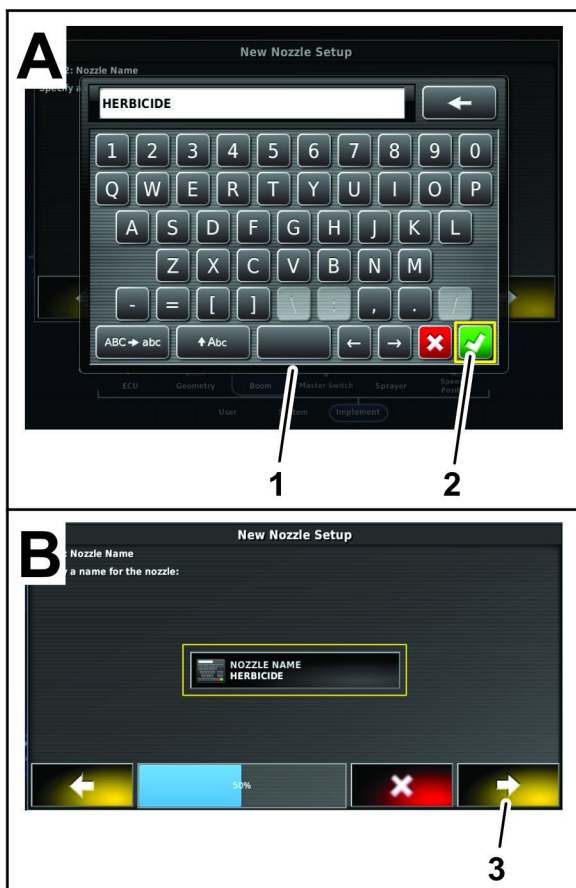

図 79
7. キーボードからノズルの名称を入力し、承認アイコンを押す **図 79**。
8. 新ノズル設定ダイアログボックスのステップ 2 で、承認アイコンを押す 図 79。
9. 新ノズル設定ダイアログボックスのステップ 3 で、承認アイコンを押す 図 79。